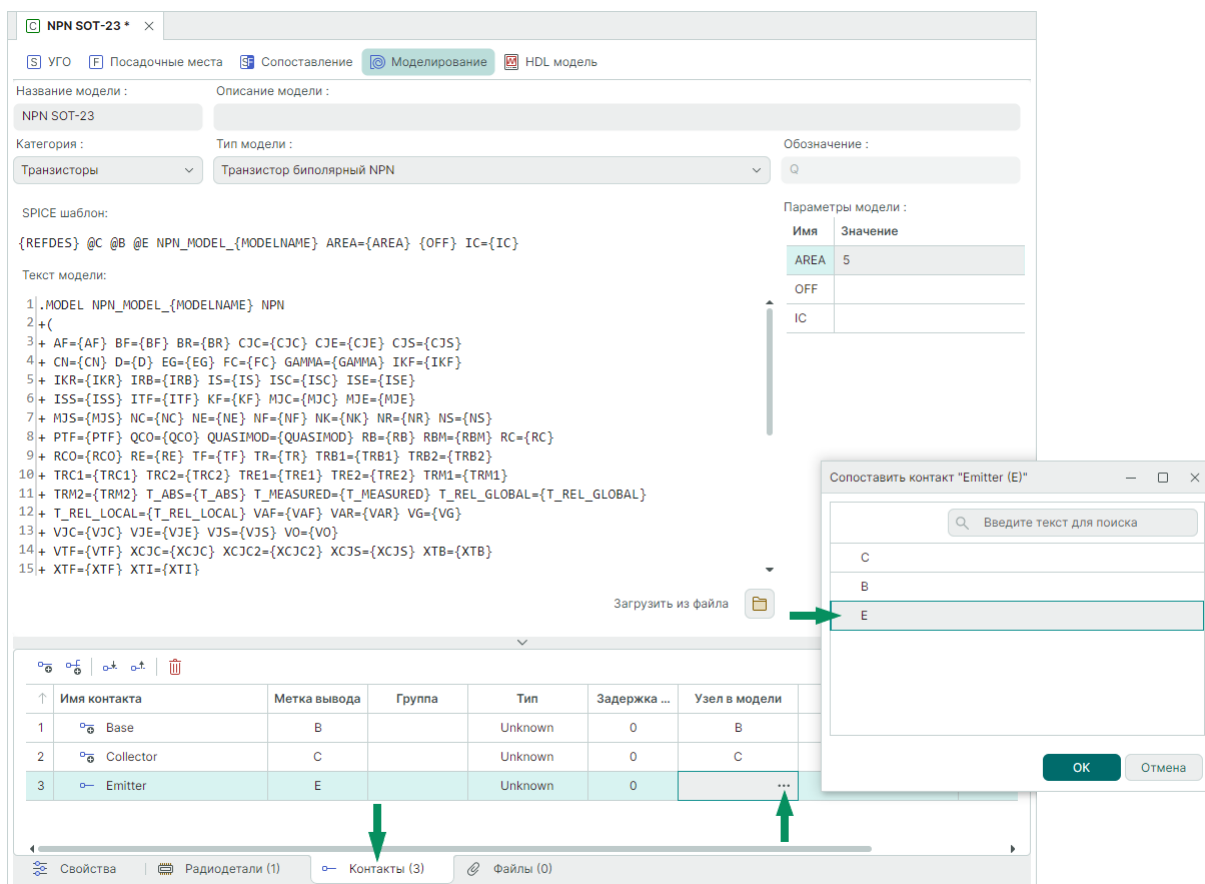

Рис. 20 Сопоставление контактов УГО с выводами SPICE-модели
7. Перейдите на вкладку «Контакты» и сопоставьте контакты УГО с выводами SPICE-модели, см. Рис. 20.